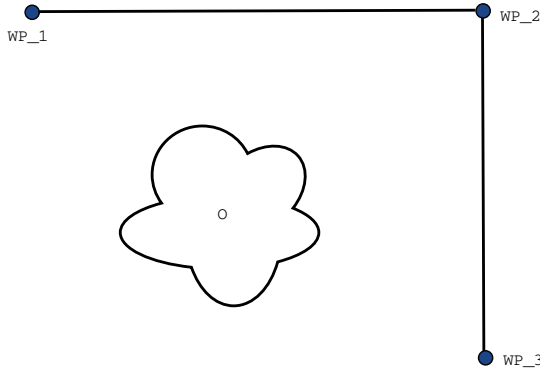

图 14.2: WP\_1: 初始位置, WP\_2: 通过点, WP\_3: 拾取位置, O: 障碍物。
**示例** 以一个拾取和放置应用为例（参见图 14.2），在这里，机器人当前位于路点 1 (WP\_1)，它需要在路点 3 (WP\_3) 拾取一个对象。为避免与物体和其它障碍物 (O) 发生碰撞，机器人必须从路点 2 (WP\_2) 的方向接近 WP\_3。因此引进三个路点来创建一个满足要求的路径。